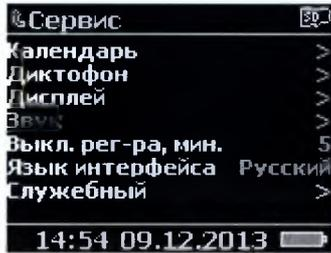

Рисунок 54
2.3.1.3.7 Служебный (Рисунок 54)